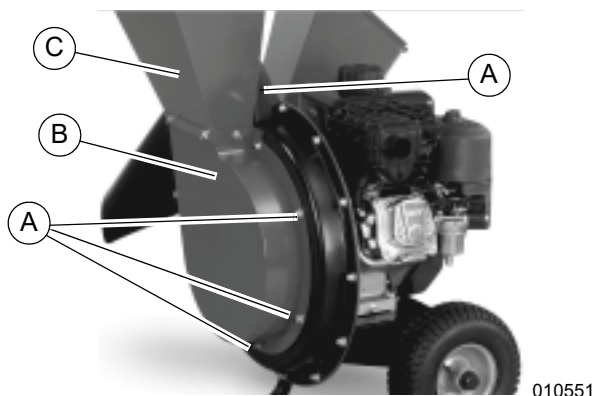

Figura 4-4. Reemplazo de la cuchilla de la astilladora (1 de 4)
1. Consulte la Figura 4-4. Use una llave de 1/2 pulg. para retirar las nueve contratuercas (A) que fijan el conjunto de carcasa del molino de martillos (B) y tolva de la trituradora (C) a la unidad.